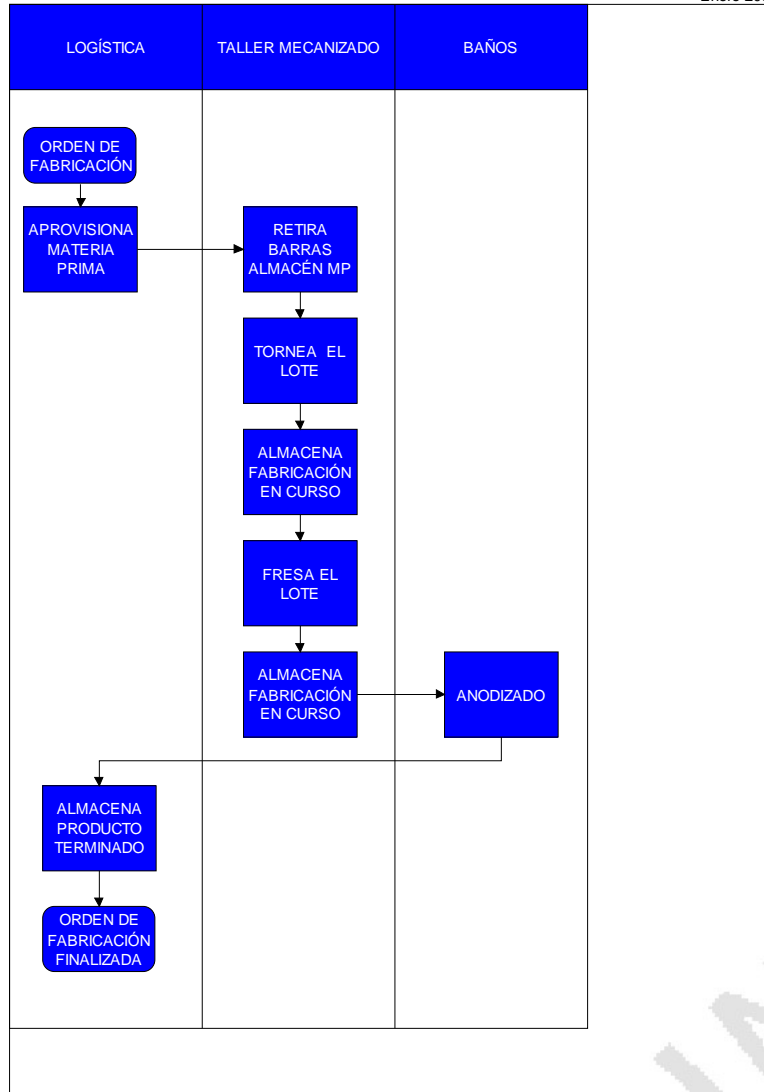

Figura 7: Ejemplo de Diagrama de Despliegue
En la Figura 7 se ha representado un ejemplo de Diagrama de Despliegue. Para preparar este diagrama deben seguirse los siguientes pasos:
- Establecer las áreas funcionales, departamentos, etc. Que intervienen en el procesos. En el caso del ejemplo de la Figura 7, son “Logística”, “Taller Mecanizado” y “Baños”. Cada uno de ellos encabeza una columna en la que se incluirán las actividades que realizan.
- Puede ser necesario incluir algunos símbolos más. En general se recomienda mantener la máxima sencillez por lo que la paleta de símbolos ha de mantenerse lo más reducida posible. Una paleta de símbolos recomendable es la descrita en la Figura 7.